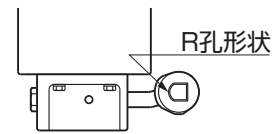

図3-3
- ジョイントのR孔形状が調整金具側に向いていることを確認してください。(図3-3参照)